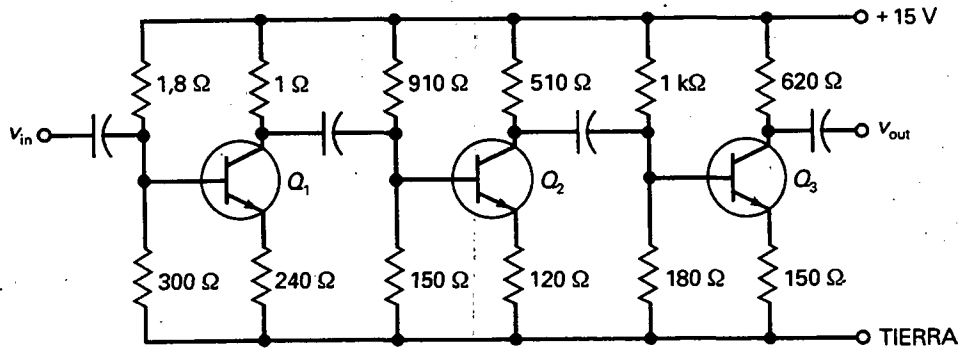

Figura 8-26
- Calcule la tensión de colector para cada uno de los transistores de la Figura 8-26. (Sugerencia: Los condensadores son circuitos abiertos respecto de la corriente continua.)